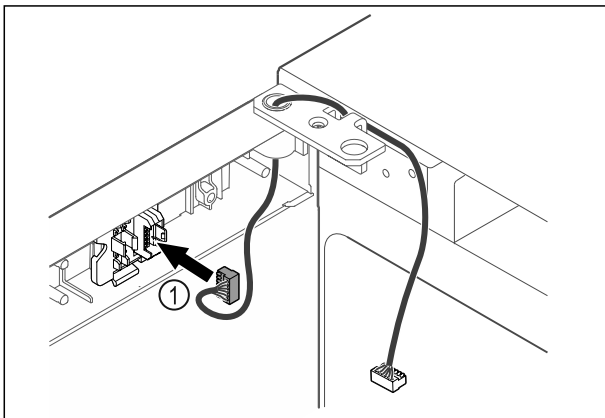

Fig. 64
- ▶ Τοποθετήστε το φιν Fig. 64 (1) στο στήριγμα του φιν.